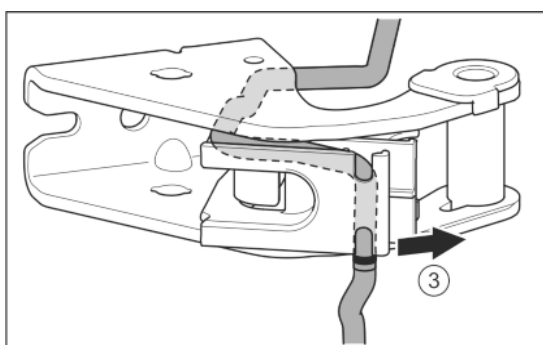

Fig. 30
- ▶ Высвободить кабель из направляющей. Fig. 30 (3)